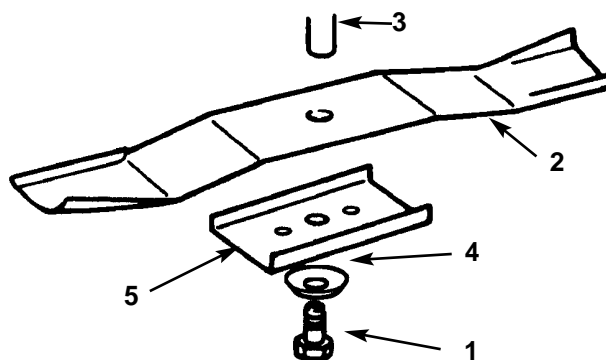

Figure 36
3. Enlever le boulon (clé 5/8 pouce), la rondelle bombée et la lame (Fig. 36). On peut, si on le désire, placer un bloc de bois entre la lame et la tondeuse pour bloquer la lame quand le boulon est enlevé.
1. Poser la lame, la pièce de retenue, la rondelle incurvée (côté concave vers la lame) et le boulon (Fig. 36).